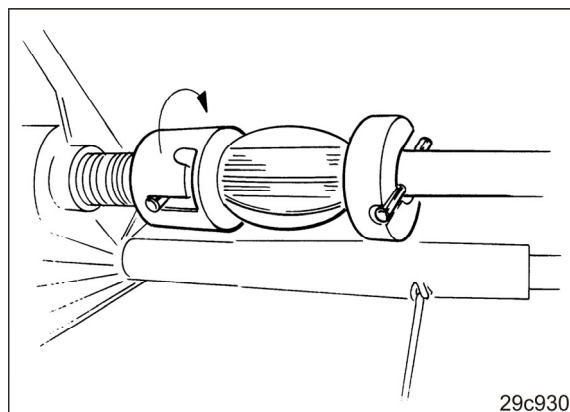

Fig. 210
1. Säwellenhälfte links einschalten (Fig. 210)